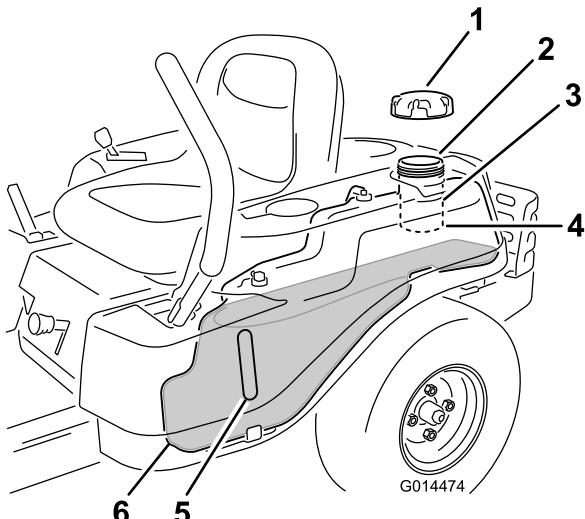

Bild 9
Hinweis: Sie können auf der Benzinuhr den Benzinstand ablesen, bevor Sie den Tank füllen (Bild 9).
- Füllen Sie **langsam** Benzin ein, bis der Stand an der Unterseite des Füllstutzens liegt (Bild 9).